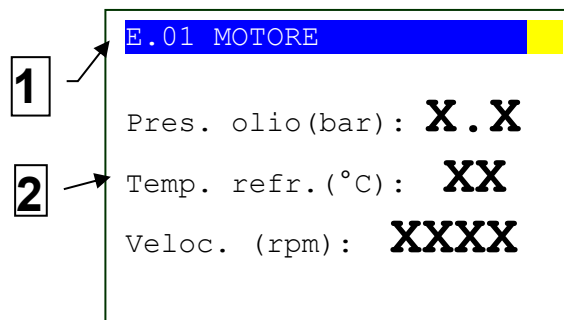

Fig. 3 - Aree di visualizzazione
8.4.4 Struttura aree di visualizzazione (fig. 3)